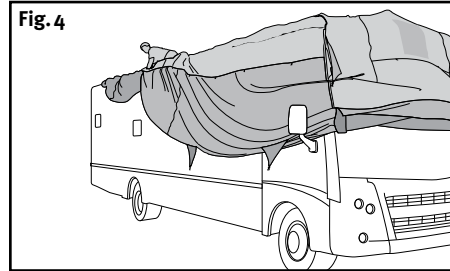

Fig. 4
3. Starting at the front, unfold your cover from the center outwards. Continue unfolding the cover as you work toward the back, letting it fall over the sides of your RV (Fig. 4).
tomber sur les côtés du VR (voir Fig. 4). **ASSUREZ-VOUS QUE LA PERSONNE QUI VOUS AIDE NE TIRE PAS SUR LA HOUSSE PENDANT QUE VOUS VOUS TROUVEZ DESSUS.** Assurez-vous que les coins de la housse se trouvent bien au niveau des coins du VR. Finissez en ouvrant les fermetures à glissières des sections de toile fermées puis tirez sur les coins élastiques afin de les faire passer par-dessus le pare-chocs du VR.